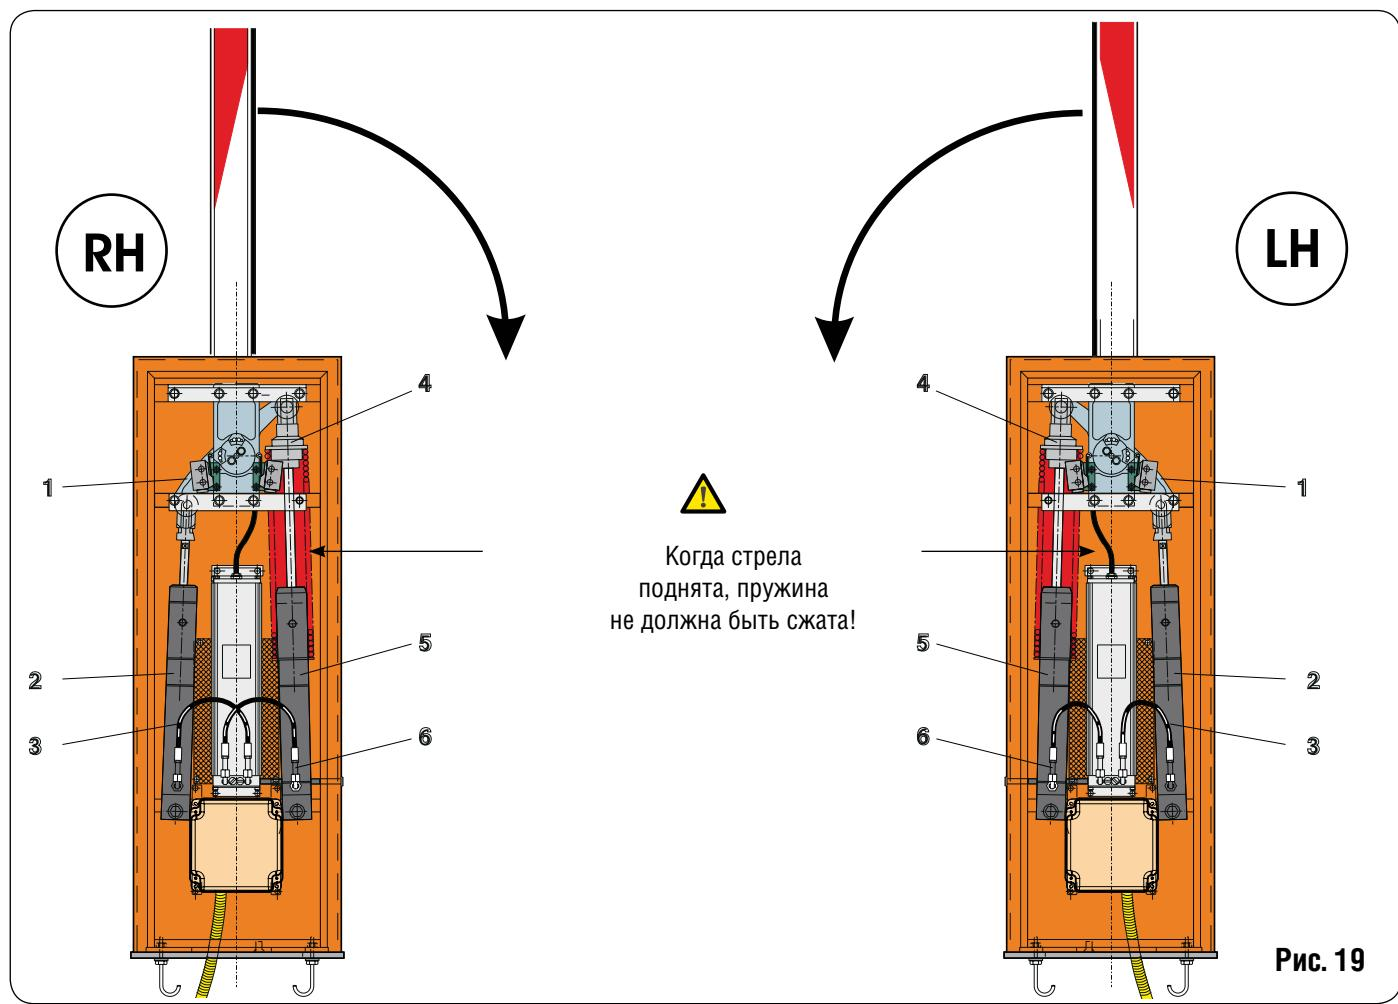

Рис. 19
5. Остоедините шланги от рабочих цилиндров (рис. 19 поз. 3 и 6)